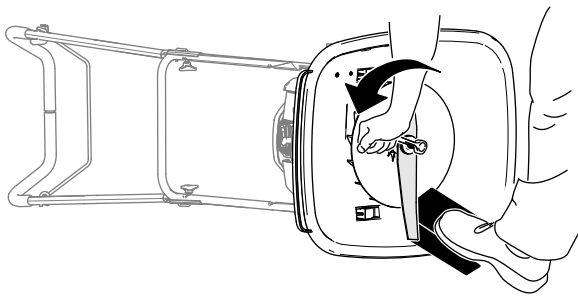

Рисунок 21
3. Використовуйте дерев'яний брусок, щоб втримати лезо (Рисунок 21).
4. Використайте гайковий ключ, щоб вийняти лезо, повертаючи гвинт проти годинникової стрілки (Рисунок 21).